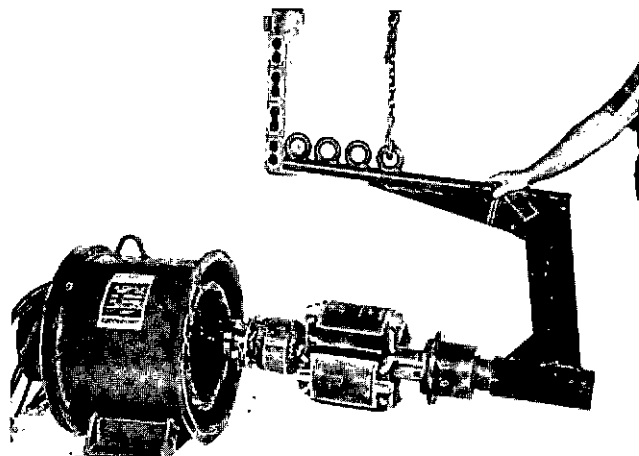

FIGURE 6-35
2. En utilisant un appareil spécial pour lever le rotor et une élingue de section suffisante, mettre en place avec précautions le rotor principal en le passant entre la flasque d'entraînement. (figure 6-35.)